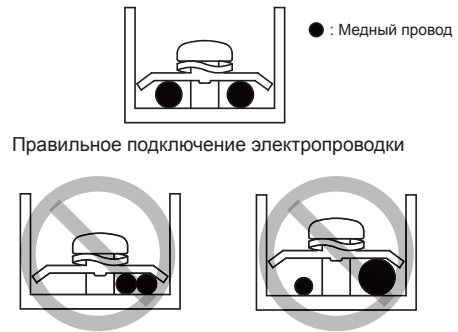

Рисунок 9.2
- Не подключайте два кабеля питания разного диаметра к одной и той же клемме источника питания (возможен перегрев проводов из-за слабой проводки) (см. Рисунок 9.2).